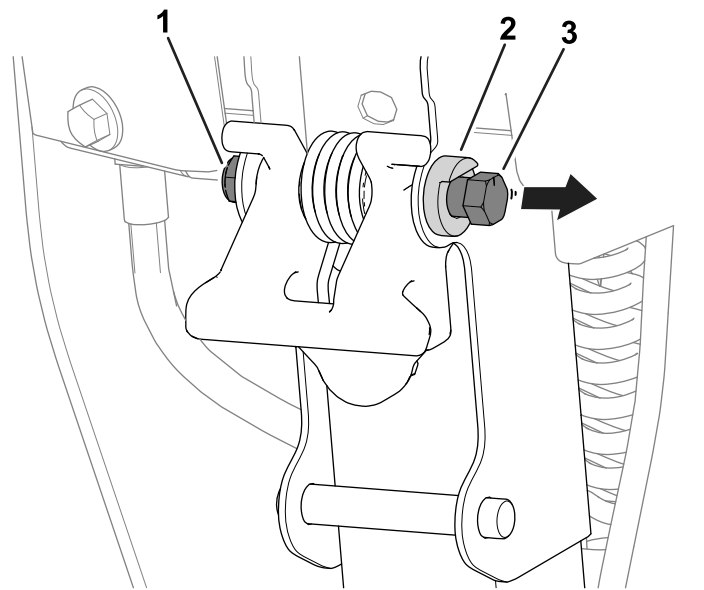

Figura 11
1. Afloje la tuerca en el perno de cierre, de modo que el cabezal del perno se pueda mover libremente justo más allá del tope del pivote (Figura 11).
3. Apriete la tuerca en el perno de cierre (Figura 11), de modo que la nueva posición del perno esté fijada contra el tope de pivote.